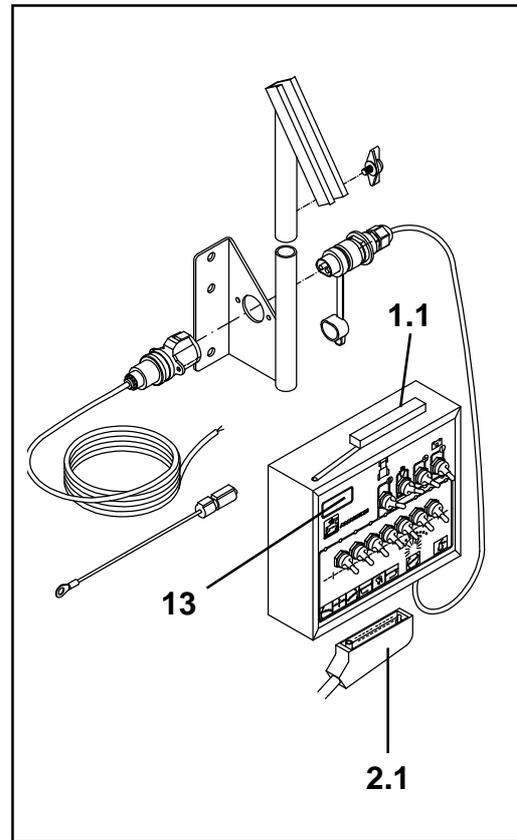

Fig. 8.5
- Digitale Druckanzeige (Sonderausstattung nur SKS 50, SKS 70 oder SKS 90) (Fig. 8.5).